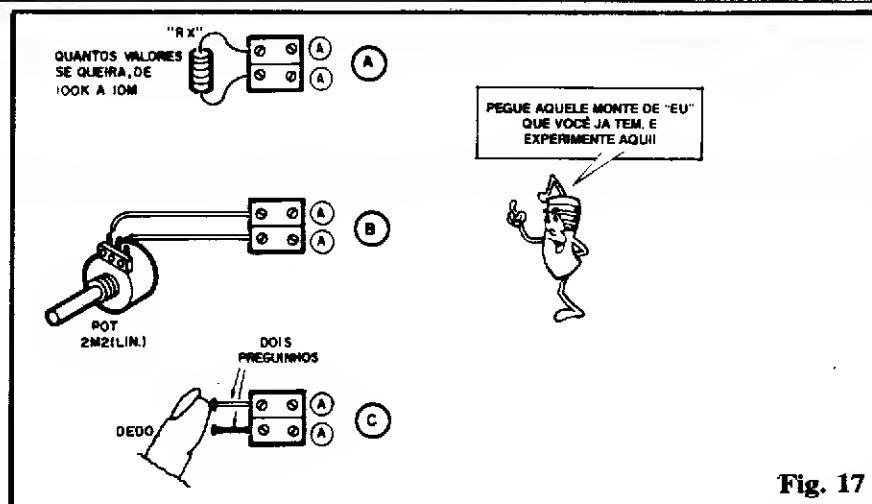
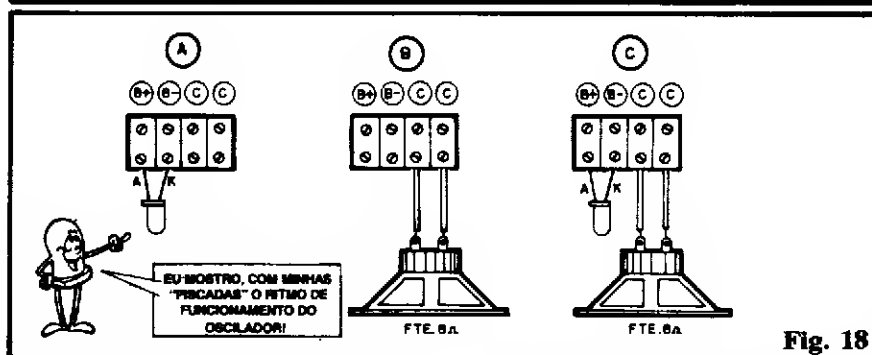

Fig. 17
Fig. 18
- FIG. 17 - SEQUÊNCIA DA EXPERIÊNCIA - ver também a fig. 18, a seguir...) - Conforme dá para perceber a partir do "esquema" (fig. 14), aos pontos "A-A" o Leitor/Aluno poderá, experimentalmente, ligar "RX", um resistor de valor **qualquer** entre 100K e 10M (analisando os resultados que os diversos valores experimentados gerarem na Saída do nosso Oscilador Experimental), ou ligar (via dois pedacinhos de fio, já que os terminais são curtos e grossos...) o potenciômetro de 2M2, variando o seu ajuste e analisando "o quê" acontece na Saída do Oscilador, ou ainda fixar aos conectores dois pequenos pregos ou parafusos, usando-os como "contatos de toque", para simplesmente "por o dedo", e fazer com que a resistência da própria pele atue como parte integrante do circuito.
- FIG. 18 - Para monitorar a Saída do nosso Oscilador Experimental, temos várias possibilidades, todas elas destinadas a "traduzir" os fenômenos cíclicos puramente elétricos, em manifestações que
acoplado à base do BC549... Assim, dependendo das opções exemplificadas na fig. 17, o valor resistivo aplicado entre os pontos "A-A" simplesmente será somado ao resistor de 33K, para efetivação na polarização e "temporização" dos ciclos da oscilação. Com um valor muito elevado da Resistência, nesses pontos Experimentais, teremos uma oscilação bem lenta, manifestada na forma de "piscadas" bem definidas no LED (18-A ou 18-C) ou em um "toque-toque" bem ritmado nos alto-falantes (18-B ou 18-C). Já com valores relativamente baixos de Resistência entre os pontos "A-A", a oscilação se dará num ritmo (FREQUÊNCIA) bem mais rápido! Observem que, nesse segundo caso, o LED "parecerá" aceso firmemente, porém, na verdade, ele estará ainda "piscando", tão rapidamente que para nossos olhos (incapazes de "separar" eventos mais rápidos do que aproximadamente 10 vezes por segundo...) estará simplesmente "acceso"... Já pelo alto-falante, no lugar do "toque-toque", ouviremos um "tom", um apito forte e contínuo (serão "centenas de toque-to-